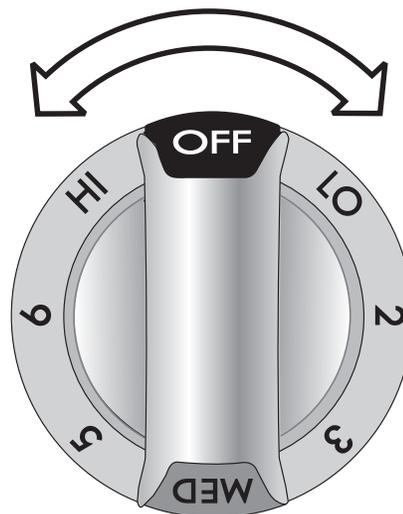

Figure 2
2. Enfoncez et tournez le bouton de commande d'un côté ou de l'autre pour obtenir le réglage désiré (Figure 2). Tournez le bouton de commande pour ajuster le réglage si désiré.